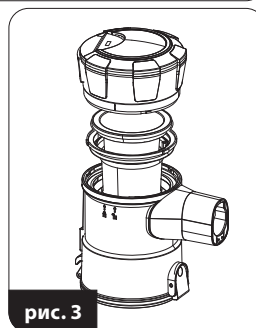

рис. 3
3. Выньте из пылесборника поочередно фильтр двигателя (11) и сетчатый фильтр (12) – (рис. 3).